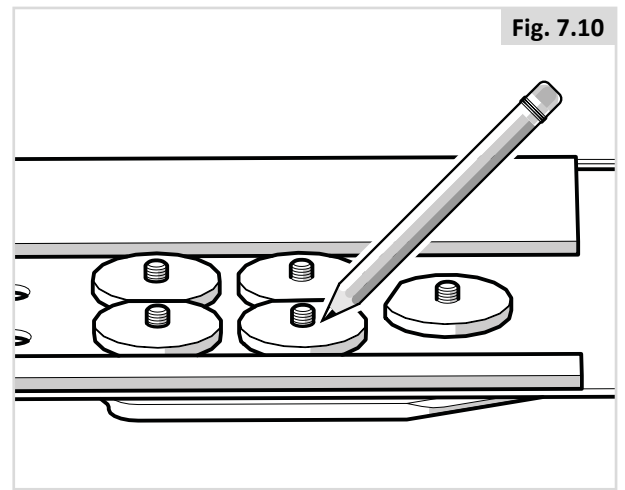

Fig. 7.10
5. Marquez l'endroit où vous allez couper les vis. (Fig. 7.10).